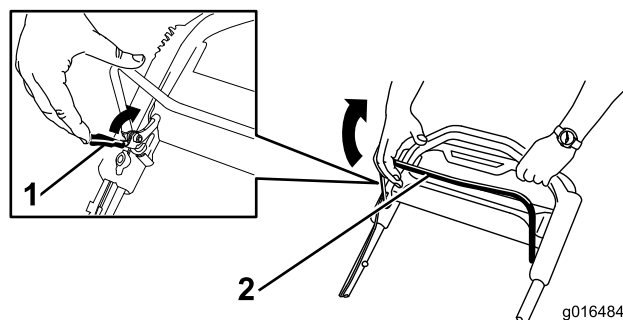

Figura 23
1. Tire hacia atrás del seguro de la barra de control de las cuchillas hasta que llegue a la barra de control de las cuchillas (Figura 23).
2. Tire hacia atrás **lentamente** de la barra de control de las cuchillas hasta que llegue al manillar (Figura 23).